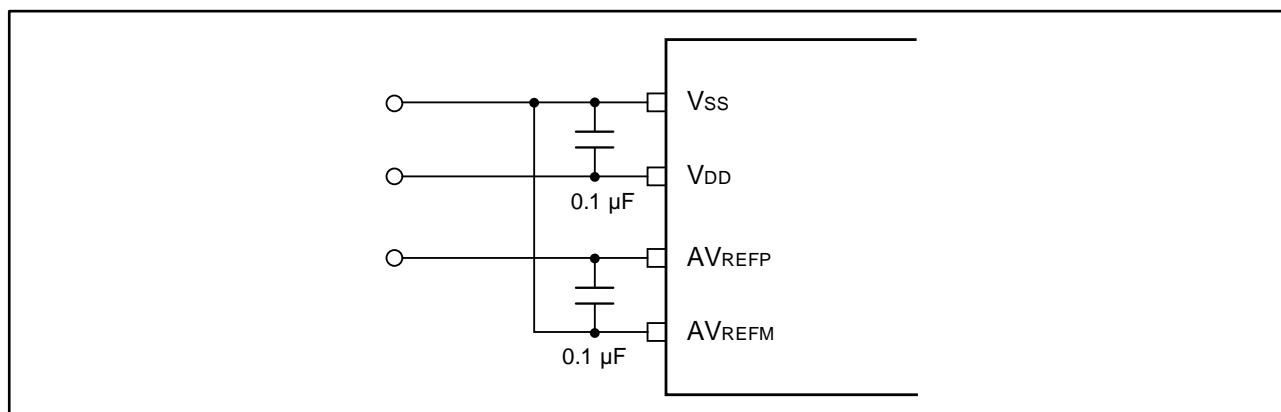

図 11. アナログ電源端子の接続例
- (1) 電源には等価抵抗が小さく、周波数応答のよいコンデンサを接続してください
- (2) アナログ入力源の出カインピーダンスが高いほど影響が大きくなりますので、ノイズを低減するために図 11 のようにコンデンサ C を外付けすることを推奨します
- (3) 変換中においては、他の端子とスイッチングしないようにしてください
- (4) 変換開始直後に HALT モードに設定すると、精度が向上します
P.21	1.6.2 基板設計時の注意事項、図 11 アナログ電源端子の接続例を追加